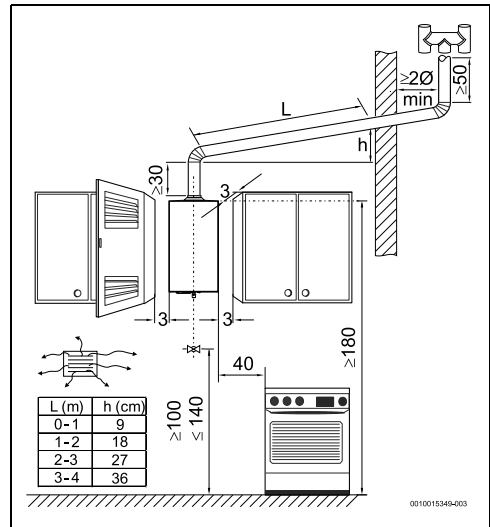

Fig. 9 Distances minimales (cm)
- ▶ Respecter les distances minimales indiquées dans la fig. 9.
- ▶ Assurer l'accès libre pour les opérations de maintenance et respecter les distances minimales indiquées dans la figure 9.